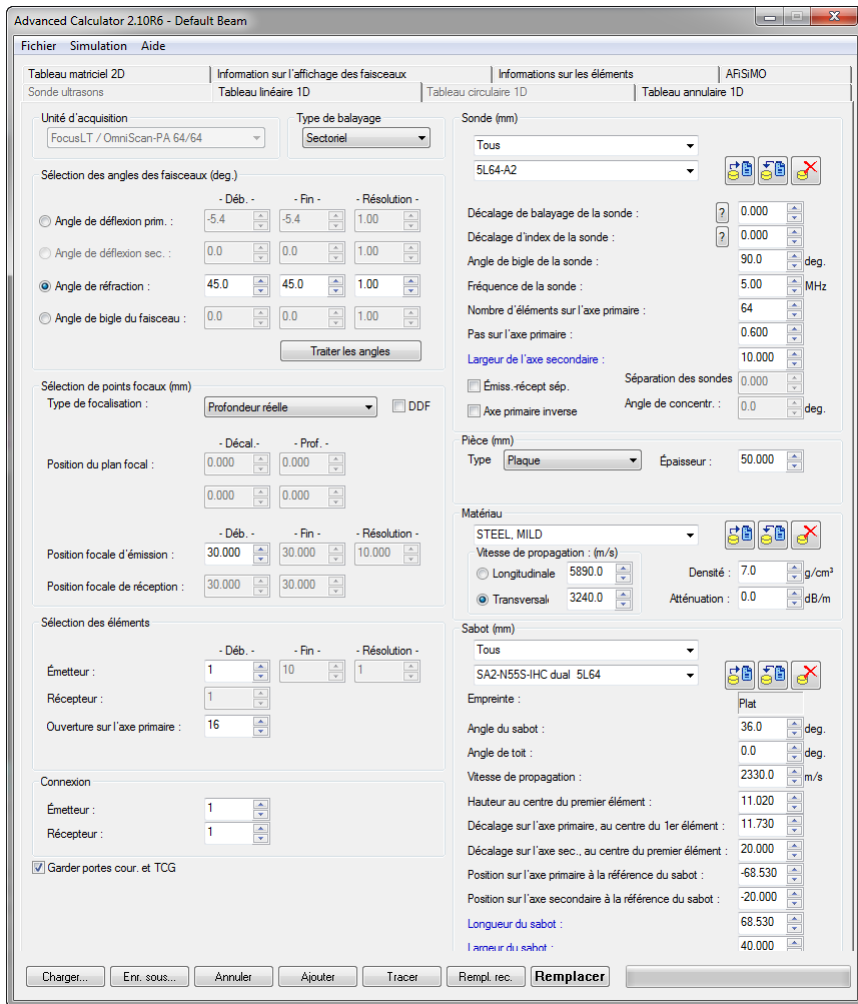

Figure 4-6 Boîte de dialogue Advanced Calculator
- a) Cliquez sur l'onglet **Tableau linéaire 1D** (voir la Figure 4-6 à la page 243) pour une inspection ultrasons multiéléments avec sonde d'angle.